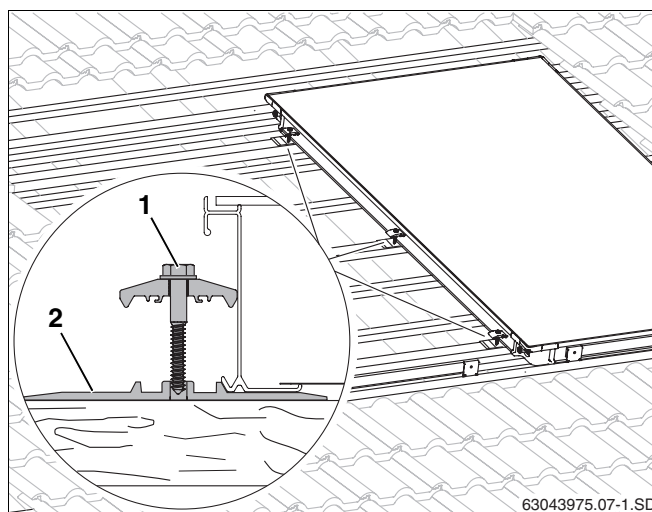

Fig. 24 Giunto di fissaggio sul primo collettore
- Sollevare leggermente il collettore, posizionare tre piastre di rinforzo con relativo giunto di fissaggio: una sul 2° listello aggiuntivo, una sul 3° listello aggiuntivo e l'ultima su un listello preesistente posizionato al centro del collettore. Spingere le piastre, lungo il listello, sotto il collettore, finché il bordo inferiore del medesimo urti contro l'alzata delle piastre (fig. 24, **pos. 2**).
- Per permettere l'inserimento della vite (fig. 24, **pos. 1**) è necessario realizzare un foro d'invito con una punta da trapano da 4 mm. Come punti di riferimento utilizzare le tacche della piastra di rinforzo.